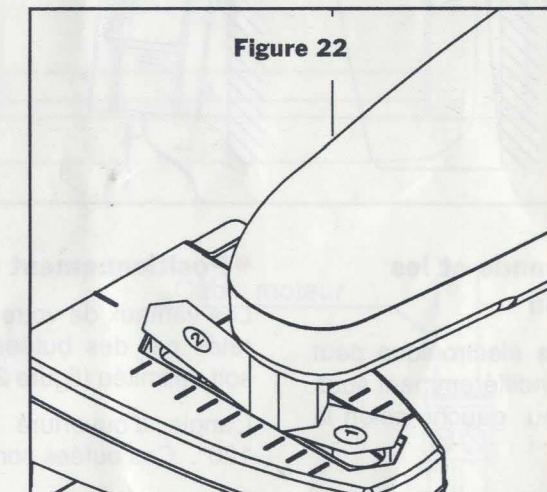

Figure 22
- Retirer le protège collant des 2 morceaux de plaquette et placez celles-ci dans la gorge de l'équerre comme indiqué (figure 22).